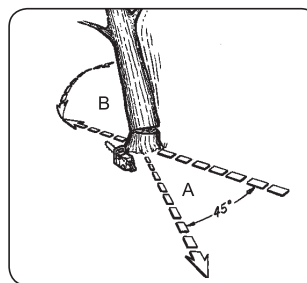

Abb. 10A
**!** **ACHTUNG:** Merken Sie sich im Voraus den Rückzugspfad (A) und legen Sie ihn frei von möglichen Hindernissen, bevor Sie mit dem Schneiden beginnen. Der Rückzugspfad ist in Richtung, umgekehrt der erwarteten Fallrichtung des Baumes wie auf der (Abb. 10A) dargestellt ist.
**HINWEIS:** Die Fallrichtung (B) wird vom Kerbschnitt bestimmt. Vor dem Schneiden berücksichtigen Sie die Anordnung größerer Zweige, das Zentrum der Krone und die natürliche Neigung des Baumes, um den Fallweg abzuschätzen.
**! ACHTUNG:** Während des Fällschnitts, bei der Annäherung der Säge zum Ankerpunkt, beginnt der Baum zu fallen. Sobald der Baum zu fallen beginnt, ziehen Sie die Säge aus dem Schnitt heraus, stoppen Sie den Motor, legen Sie die Säge ab und verlassen Sie den Bereich über den Rückzugpfad (Abb. 10A).